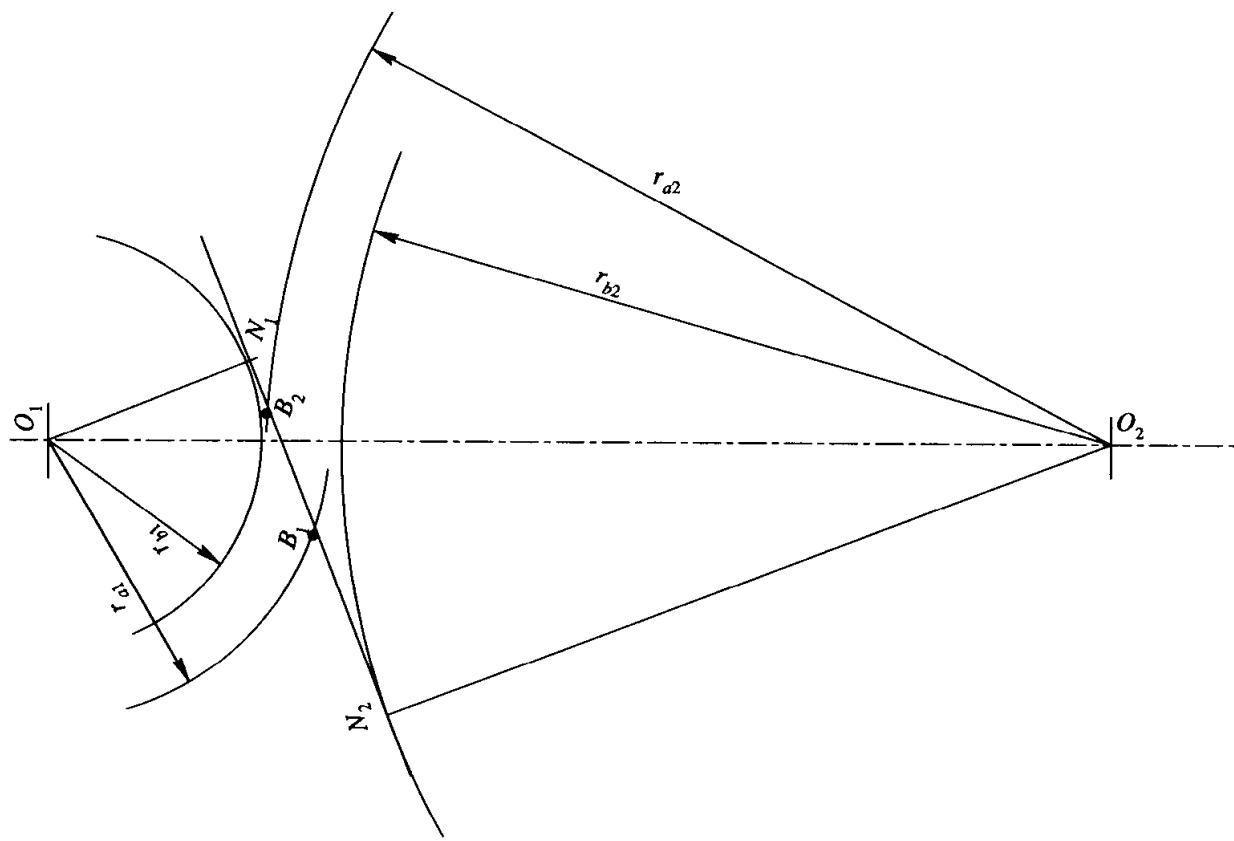

图 1.9
① 用图解法求实际喷合线  $B_1B_2$ ，其具体作法如图 1.9 所示。